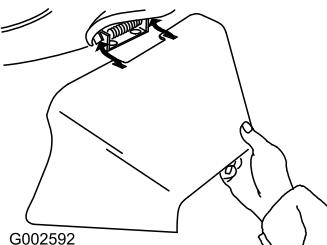

Figure 26
3. Montez l'éjecteur latéral et rabatbez le volet sur l'éjecteur (Figure 26).